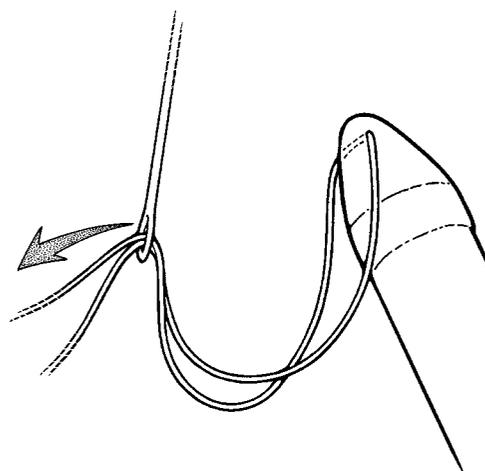

Figura 4-12. Inserir a sutura de tração na agulha Keith
3. Coloque o obturador na posição de “retraído” ou “bloqueado”. Passe ambas as extremidade da sutura de tração dos cilindros (aproximadamente 10 cm) pelo olho de uma agulha Keith em forma de raio (**figura 4-12**).